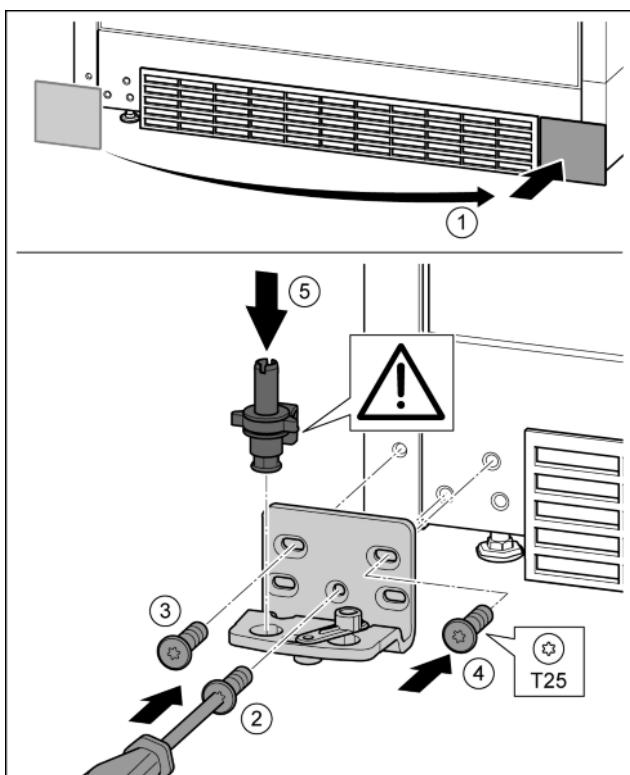

Fig. 17
- Снять крышку и поставить с другой стороны. *Fig. 17 (1)*
- Установить опорный кронштейн с другой стороны и прикрутить с помощью отвертки T25. Начинать с винта 2 в центре. *Fig. 17 (2)*
- Затянуть винты 3 и 4. *Fig. 17 (3, 4)*
- Снова установить опорный палец в сборе. При этом следить за тем, чтобы выступ фиксатора был направлен назад. *Fig. 17 (5)*